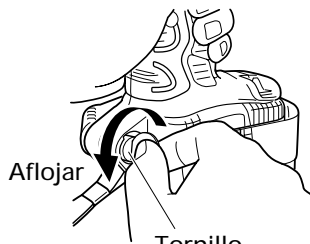

Fig. 6
- Sujete firmemente la unidad principal y saque el tornillo usando un destornillador de cabeza ranurada o una moneda (Fig. 6).
- Instale el gancho y el resorte en el otro lateral y asegure firmemente con el tornillo (Fig. 6).